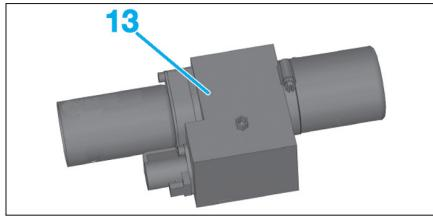

Fig. 106
- Déposer le groupe hydraulique (13) (Fig.106).